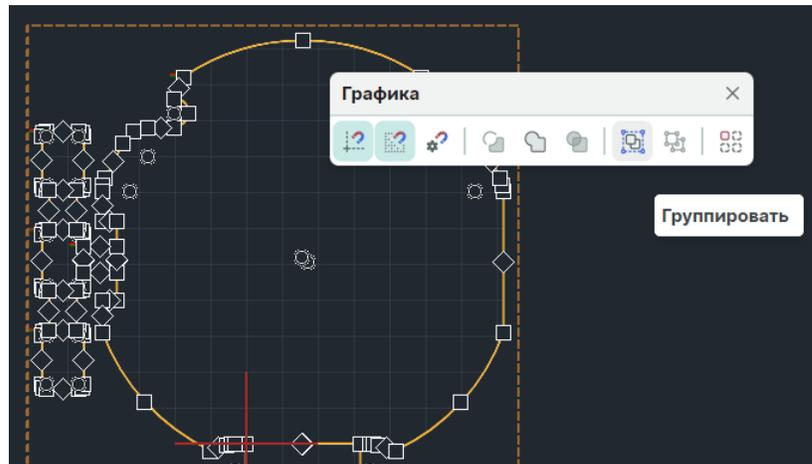

Рис. 83 Вызов инструмента «Группировать»
**Совет!** Для объединения множества импортированных объектов используйте инструмент «Группировать». Инструмент доступен на панели «Графика» или в контекстном меню «Графика» → «Группировать», см. Рис. 83.